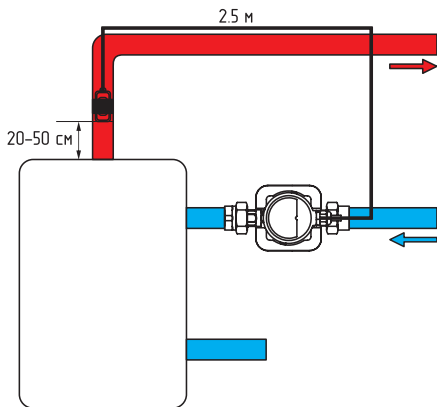
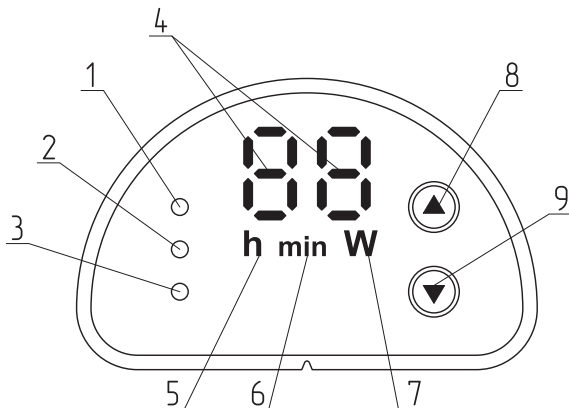

Рис.6 Установка датчика температуры
Рис.7 Панель управления
В данном режиме насос работает с постоянной скоростью. Зеленый **индикатор 1 (Рис.7)**, а также **индикатор 4 (Рис.7)**, показывающий текущую мощность, и **индикатор 7 (Рис.7)** будут гореть всегда (см. **Рис.7**).
Когда насос находится в автоматическом режиме работы, он автоматически выберет оптимальную рабочую точку в соответствии с параметрами системы. Зеленый **индикатор 2 (Рис.7)**, а также **индикатор 4 (Рис.7)**, показывающий текущую мощность, и **индикатор 7 (Рис.7)** будут гореть всегда (см. **Рис.7**).
В данном режиме насос ограничивает своё энергопотребление, включаясь только для поддержания температуры воды. Датчик температуры будет получать обратную связь о температуре горячей воды и насос будет принимать решение о запуске или остановке. Насос остановится, когда температура превысит 50 °С, но будет работать с постоянной скоростью, когда температура опустится ниже 36 °С. Пример установки датчика температуры показан на **Рис.6**. Зеленый **индикатор 3 (Рис.7)**, а также **индикатор 4 (Рис.7)**, показывающий текущую мощность, и **индикатор 7 (W) (Рис.7)** будут гореть.
Насос будет работать с постоянной скоростью в течение заданного временного промежутка. После входа в режим синхронизации **индикатор 4 (Рис.7)** отображает текущее значение времени, часы и минуты отображаются поочередно. При отображении часов загорается **индикатор 5 (h) (Рис.7)**. При отображении минут загорается **индикатор 6 (min) (Рис.7)**. Пользователи могут устанавливать периоды времени начала и окончания работы насоса. Таких временных периодов может быть три. После отключения электроэнергии контроллер автоматически запоминает рабочие параметры, установленные пользователем.
Когда электрический насос находится в режиме ожидания в течение 8 часов подряд, он автоматически запускается и промывает систему трубопровода в течение 15 минут. В это время насос работает с постоянной скоростью. Функция промывки возможна только в режиме контроля температуры и режиме таймера. **Индикатор 7 (W) (Рис.7)** будет гореть, **индикатор 4 (Рис.7)** будет мигать и отображать текущую рабочую мощность.
После подключения питания насоса, короткое нажатие **клавиши 8 ▲ (Рис.7)** поможет вам переключать режимы (режим работы с постоянной скоростью, автоматический режим работы и режим контроля температуры). Заводская настройка насосов заключается в том, что они работают в режиме постоянной скорости.
Когда насос находится в режиме синхронизации, **индикатор 4 (Рис.7)** будет показывать текущее время. Часы и минуты отображаются попеременно. Диапазон настройки времени составляет 24 часа, все значения часов могут быть установлены от 0 до 23, а минут устанавливается от 0 до 59. После завершения настройки и выхода из соответствующего режима, часы и минуты показываются попеременно.
1. Войти в режим синхронизации (только в режиме синхронизации доступна настройка времени). Одновременное нажатие **клавиш 8 ▲ и 9 ▼ (Рис.7)** в течение 5 секунд активирует режим настройки. **Индикатор 4 (Рис.7)** мигает и отображает позиции **F0-F6** (обозначают период времени).
После длительного нажатия **кнопки 9 ▼ (Рис.7)** в течение 5 секунд становится доступна настройка часов (мигает **индикатор 5 (h) (Рис.7)**), и отображается текущий час. С помощью **кнопки 9 ▼ (Рис.7)** уменьшаем время на один час, с помощью **кнопки 8 ▲ (Рис.7)** увеличиваем.
Значение времени с часов установлено, затем, нажмите и удерживайте **кнопку 9 ▼ (Рис.7)** в течение 5 секунд, после этого станет доступна установка минут (**индикатор 6 (min) (Рис.7)** мигает). При нажатии **кнопки 9 ▼ (Рис.7)** время уменьшается на одну минуту, при нажатии **кнопки 8 ▲ (Рис.7)** увеличивается.
После третьего длительного нажатия **кнопки 9 ▼ (Рис.7)** в течение 5 секунд становятся доступны настройки периода времени **F1-F6** (нажатием **кнопки 8 ▲ (Рис.7)** меняем период на следующий).
Когда любое значение от **F0** до **F6** отображается в **индикации 4 (Рис.7)**, то после одновременного длительного нажатия **клавиш 8 ▲** и **9 ▼ (Рис.7)** на 5 секунд, пользователь может выйти из режима настройки. **Индикатор 4 (Рис.7)** отображает установленное текущее время.
Коротким нажатием **кнопки 8 ▲ (Рис.7)** меняем режимы работы насоса.
После подключения питания, на дисплее насоса загорается **индикация 4 (Рис.7)**. Во время работы насоса отображается значение фактического энергопотребления в ваттах.
Индикатор 3 (Рис.7) горит красным	Неисправность датчика температуры